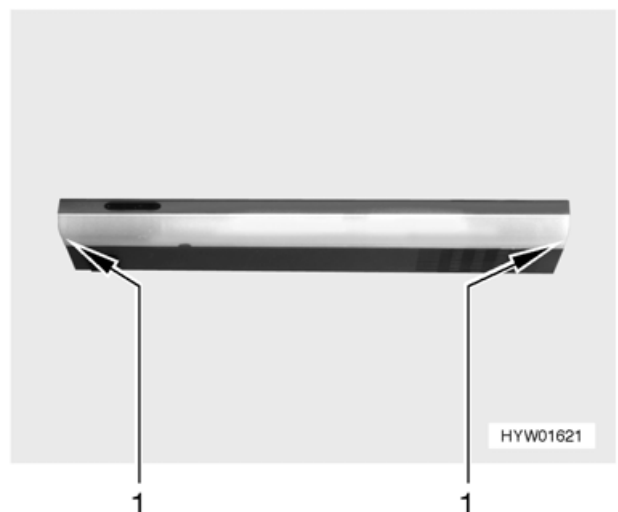

Bild 105 Kochstellenleuchte
- Am Leuchtenglas (Bild 105,1) ziehen. Mit dem Herausziehen immer ganz links oder ganz rechts an der Kochstellenleuchte beginnen.